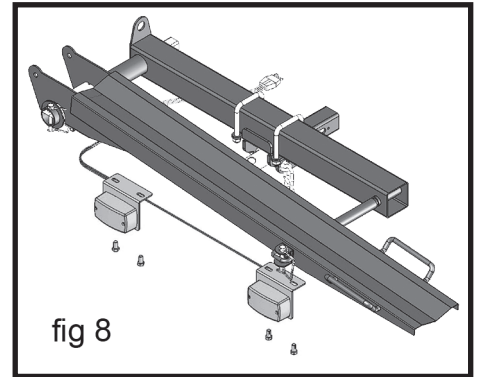

fig 8
3. Unplug wiring and attach lights as shown (fig 8).
3. Débranchez le câblage et fixez des lumières tel que représenté (fig 8).